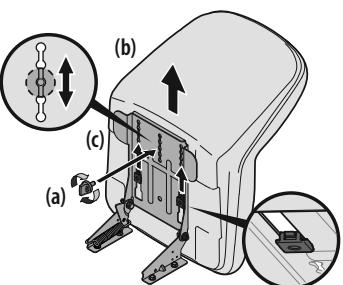

Figura 4
- Deslice el asiento (b) hacia atrás en el soporte de pivote del asiento (c), alineando una de las ranuras del soporte de pivote del asiento (c) con el orificio que está en la parte posterior central de la base del asiento (b). Consulte la Figura 4.
- NOTA: Asegúrese que las dos lengüetas del asiento se enganchen en el soporte de pivote del asiento, como se muestra en el recuadro inferior derecho de la Figura 4.